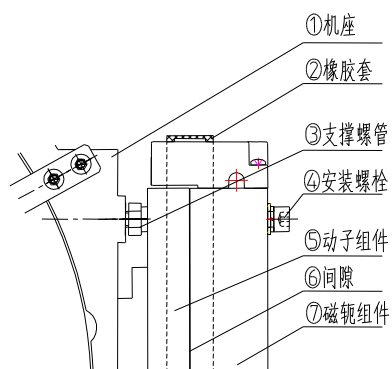
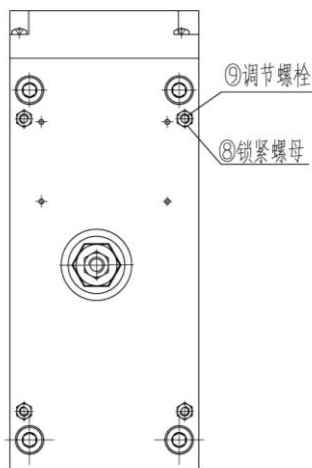

图 21 制动器各部件名称
图 22 制动器降噪机构
通过调整制动器气隙⑥见 P18 图 21 图 22，从而调整制动器刹车片与转子的气隙。定子组件⑤与磁轭组件⑦之间通过 4 个安装螺栓④连接，并通过 4 个支撑螺管③将制动器固定于机座①上（安装螺栓穿过支撑螺管）。通过调节支撑螺管及安装螺栓来调节制动器气隙⑥，制动器气隙由橡胶套②进行保护，制动器噪音可由锁紧螺母⑧、调节螺栓⑨控制。
见图 21 图 22 当制动器气隙不在要求的范围时需进行调节所示外观制动器需携带 19# 开口扳手一把（调节支撑螺管）、塞尺、8# 内六角扳手一把（调节安装螺栓）。